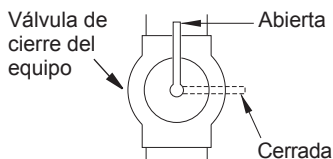

Figura 18 - Válvula de cierre del equipo
1. Cierre la válvula de cierre del equipo (consulte la figura 18).
1. Abra la válvula de cierre del equipo (consulte la figura 18).